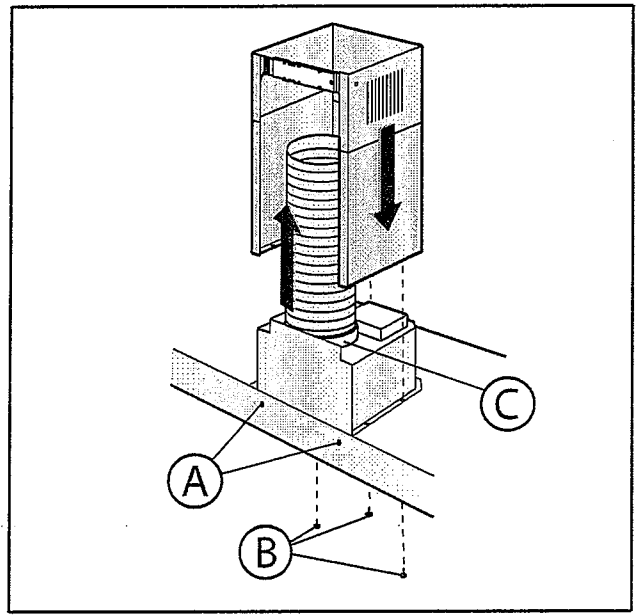

Fig.5
- Cette opération terminée, fixer la hotte définitivement au moyen des 2 vis **A** (Fig.5).
- Raccorder la bride **C** au trou d'évacuation de l'air au moyen d'un tube de raccordement (Fig.5).
- Introduire le raccord supérieur à l'intérieur du raccord inférieur. Fixer le raccord inférieur à la hotte au moyen des vis **B** fournies (Fig.5), retirer le raccord supérieur jusqu'à la bride et le fixer au moyen des vis **B** (Fig.3).